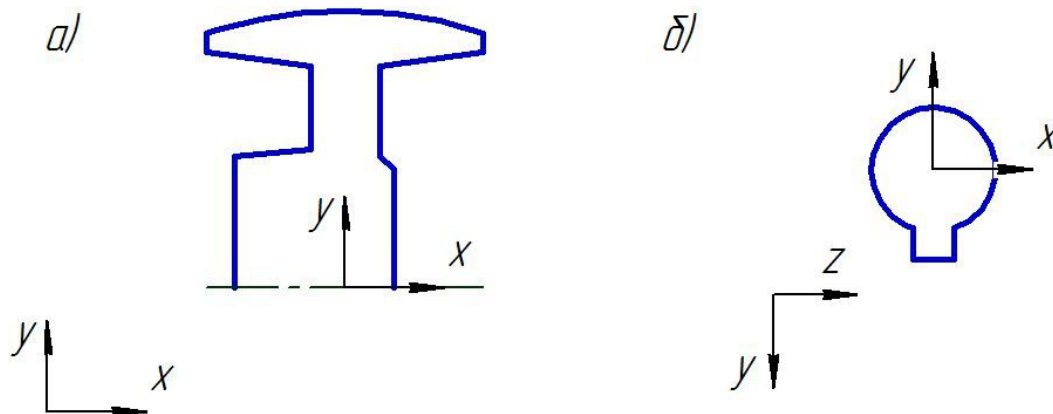

Рис. 3.22. Формообразующие контуры внешней (а) и внутренней (б) поверхностей детали
4. Постройте эскиз контура детали в выбранной плоскости (рис.3.22).
- ➔ Постройте следы секущих плоскостей (рис. 3.22)